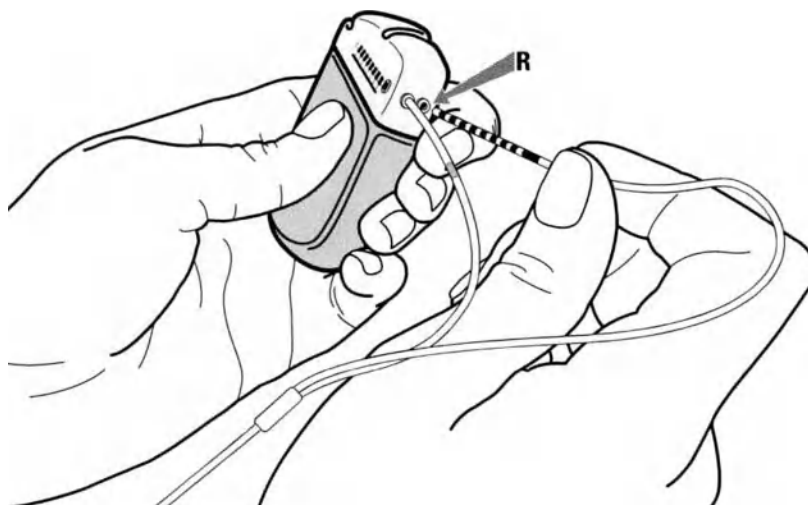

Рисунок 36. Подключение к порту R ИГИ
- б. Подключите шлейф удлинителя правого полушария без полоски маркировки к порту R (или D) (Рисунок 36).